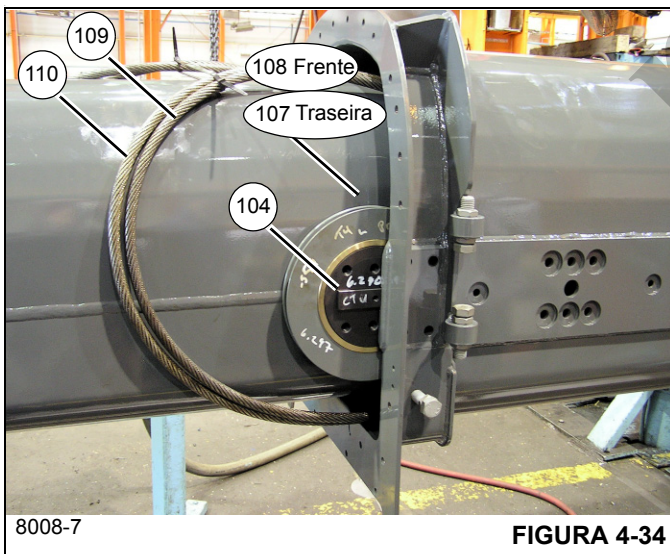
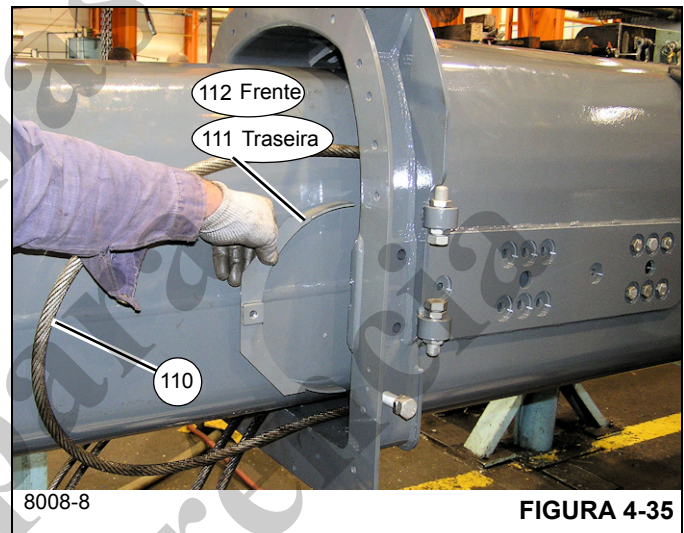
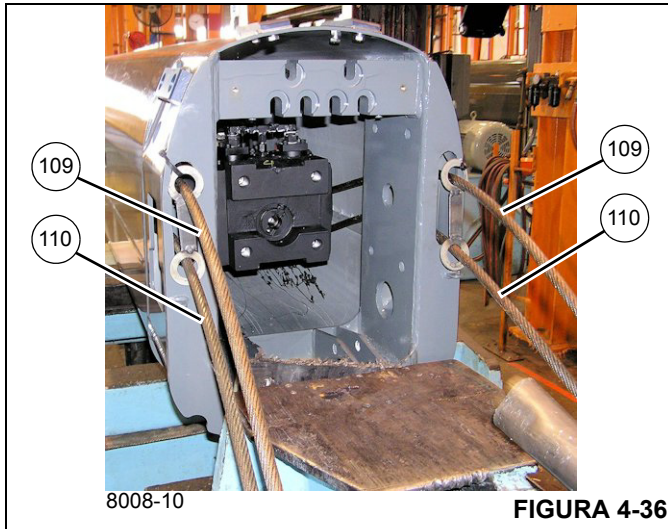

FIGURA 4-34
FIGURA 4-35
FIGURA 4-36
25. Introduza parcialmente o telescópio 4 (5) no telescópio 3 (4).
26. Use os calços (70) para ajustar os conjuntos da placa de desgaste traseira do telescópio 4 (128, 134) de tal modo que as placas de desgaste estejam dentro de 2 mm (0.08 pol.) das laterais e da parte inferior do telescópio 3. Um número igual de calços deve ser usado em cada lado.
27. Insira o telescópio 4 (5) no telescópio 3 (4) até que as voltas nos cabos de extensão no telescópio 4 (109, 110) estejam perto da ponta do telescópio 3 (4) (consulte a Figura 4-34).
28. Usando o eixo (104) e seis parafusos (105), monte a polia traseira (107) na parte interna do telescópio 3 (4) (lados esquerdo e direito) usando o conjunto traseiro dos furos de montagem (consulte a Figura 4-34); assegure-se de que a lingueta retangular no eixo (104) deslize para dentro do canal do telescópio 3 (4).
29. Trabalhando na parte traseira do telescópio 3 (4), puxe os cabos de extensão do telescópio 4 (109) até que se assentem nas polias (107).
30. Instale o conjunto soldado da proteção traseira (111) (lados esquerdo e direito) sobre o cabo de extensão do telescópio 4 (109), onde o cabo se enrola em torno da polia (107) e fixe-o com o parafuso (113) (consulte a Figura 4-35).
31. Usando o eixo (104) e seis parafusos (105), monte a polia dianteira (108) na parte interna do telescópio 3 (4) (lados esquerdo e direito) (consulte a Figura 4-34); assegure-se de que a lingueta retangular no eixo (104) deslize para dentro do canal no telescópio 3 (4).
32. Trabalhando na parte traseira do telescópio 3 (4), puxe os cabos de extensão do telescópio 4 (110) para frente até que se assentem nas polias dianteiras (108).
33. Instale o conjunto soldado da proteção dianteira (112) (lados esquerdo e direito) sobre o cabo de extensão do telescópio 4 (110), onde o cabo se enrola em torno da polia (108) e fixe-o com o parafuso (113).
34. Instale a graxeira (106) em cada um dos quatro eixos (104). Adicione graxa até ela ser expelida através das polias.
35. Passe os cabos de extensão do telescópio 4 (109, 110) através dos furos com fenda na parte traseira do telescópio 3 (4), certificando-se de que os cabos 109 e 110 estejam orientados como mostrado na Figura 4-36.